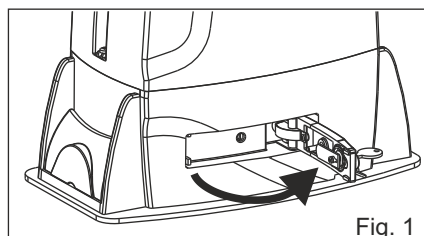

Fig. 1
- 1) Desactivar la corriente eléctrica, desbloquear el motor (Fig. 1) y posicionar manualmente las antas o el mástil a mitad de recorrido (Fig. 3-4).